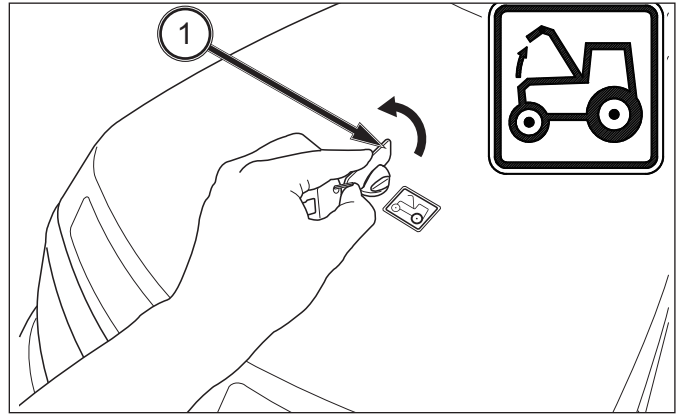

ABB. 119
ABB. 119 UND 120: Lösen Sie die Verriegelung der Haube mit dem am Schlüssel befestigten Werkzeug (1). Die Motorhaube nach oben ziehen und mit der Haltestrebe arretieren (2).